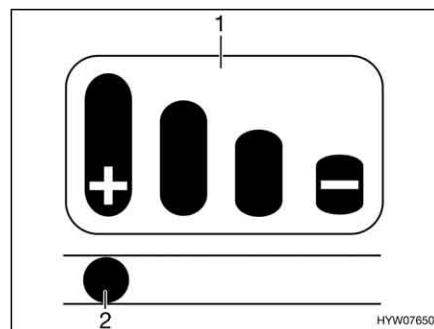

Fig. 142 Indicatore di usura
Sulla maniglia del gancio è montato un indicatore di usura (Fig. 142) con un grafico a barre (Fig. 142,1).
- Se il perno (Fig. 142,2) nel foro ovalizzato si trova sulla marcatura "+", le guarnizioni di attrito sono ancora nuove.